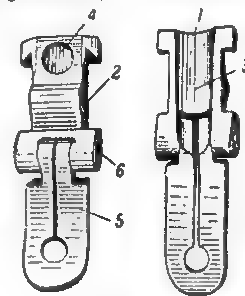

Рис. 39. Защелка магазина:
40. Защелка магазина (рис. 39) служит для крепления магазина в окне ствольной коробки. Она имеет: верхний срез, заскакивающий за выступ на задней стенке магазина; отверстие для оси, соединяющей защелку со спусковой скобой; полукруглый вырез для прохода выступа магазина; гнездо для пружины защелки магазина; хвост, соединяемый с защелкой при помощи оси. При установленном магазине хвост защелки откидывается, благодаря чему произвольное выскакивание магазина из окна ствольной коробки при случайном нажатии на защелку магазина невозможно.